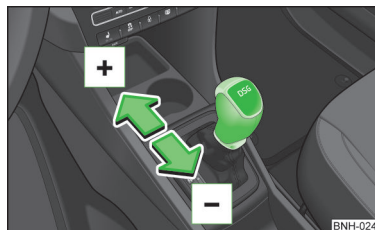

Fig. 94
► Împingeți ușor maneta selectorului de viteze spre în față  » fig. 94.
► Împingeți ușor maneta selectorului de viteze spre înapoi  » fig. 94.